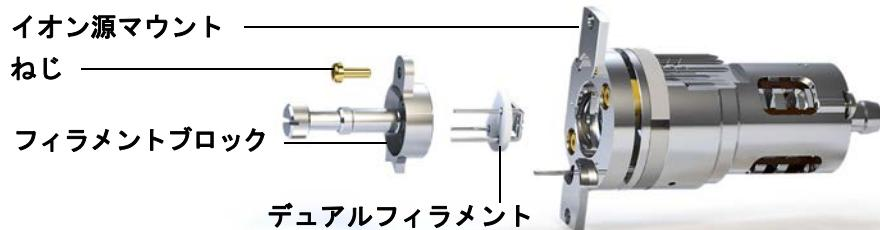

図 42 デュアルフィラメントの交換
- フィラメントブロックをイオン源マウントに固定しているねじを外します。(144 ページの図 42 を参照してください。)
- 2 デュアルフィラメントの 3 本のピンをフィラメントブロックの背面に挿入します。(144 ページの図 42 を参照してください。)